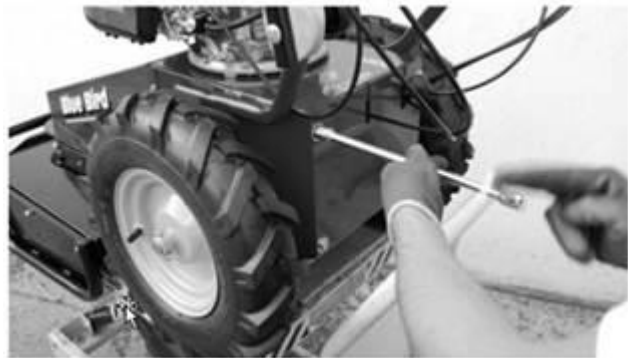

Abb.14
6. Die zwei Schrauben der Halterung des Untersetzungsgetriebes festziehen und den hinteren Verschlussdeckel der Maschine schließen (Abb. 14):